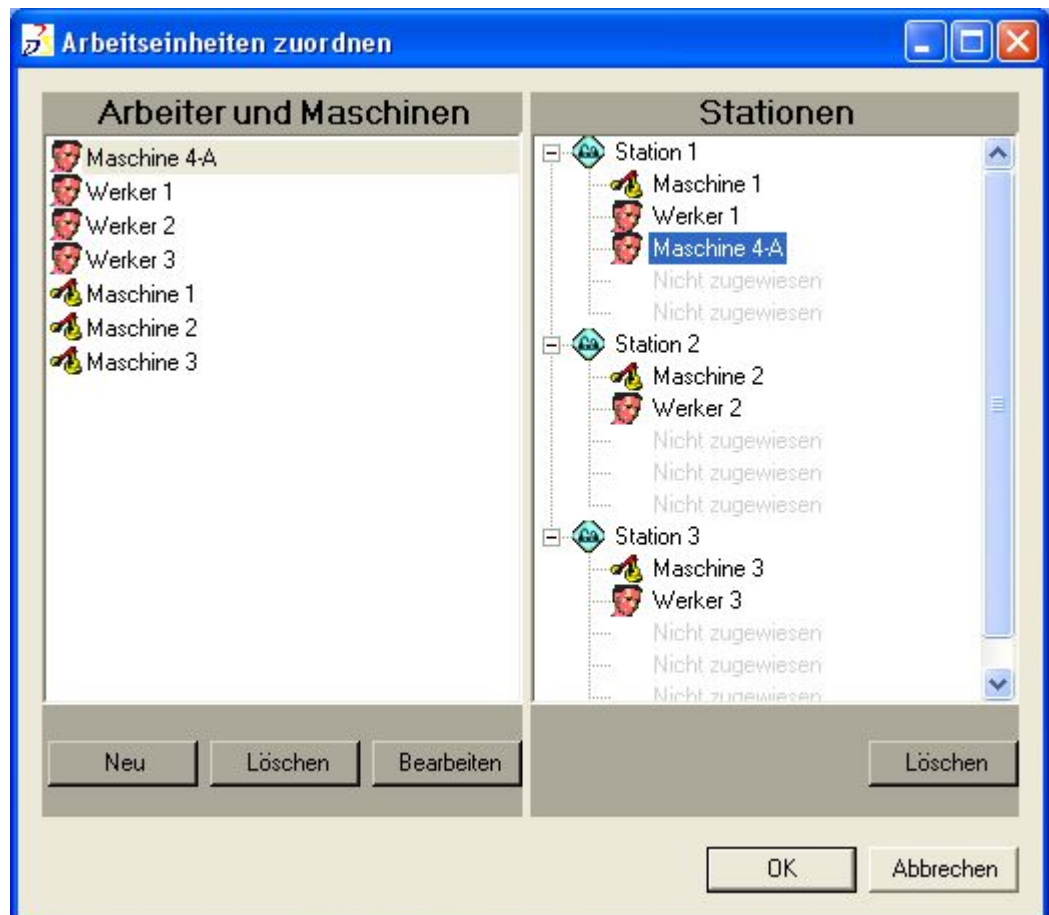

Abbildung 141: Fensterbereich Stationen – Button Löschen
- Im ersten Schritt löschen Sie die Verknüpfung der **Maschine-4A** – siehe Abbildung 141.